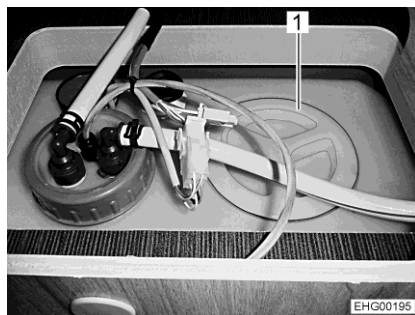

Bild 175 Rengöringsöppning (vattentank)
- Tag av vattentankens lock (Bild 175,1).